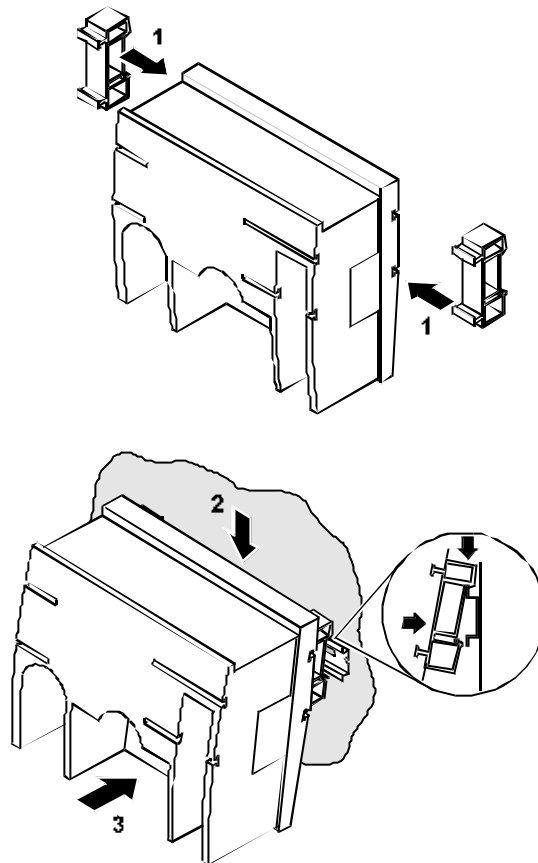

Fig. 13. Montaje en cabina, sin MMI.
2. Ajustar los clips de montaje en carril DIN a la carcasa, según Fig. 13.
3. Montar el controlador en carril DIN, según Fig. 13.